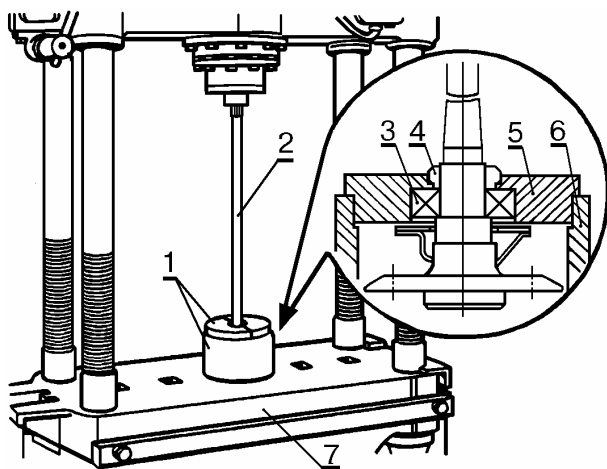

Рис.5. Выпрессовка запорного кольца подшипника полуоси:
4.1 Установить полуось 2, рис.5, в приспособление на столе прессы 7 (пресс гидравлический типа 2135-ИМ ГАРО, приспособление А.74108/R – для полуоси 2103-2403069, для остальных полуосей – 67.7823-9529):